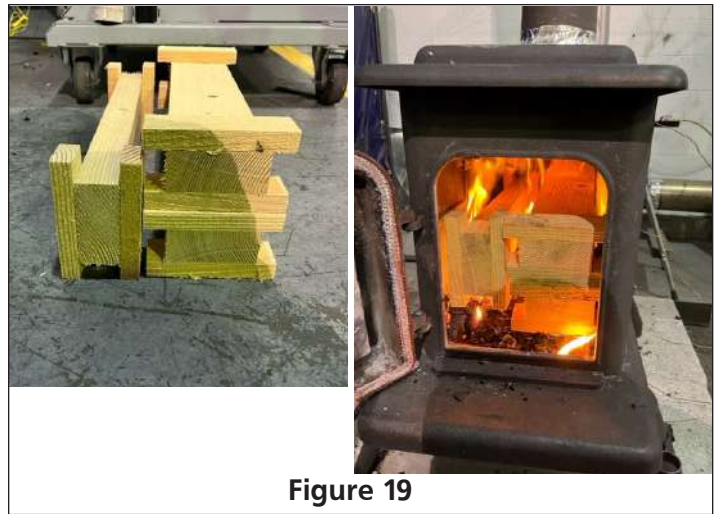

Figure 19
**IMPORTANT :** Le bris du lit de braise et l'insertion de la charge doit être fait en moins de 60 secondes. Voir la figure 19 ci-dessous pour la bonne configuration du chargement, à l'extérieur et à l'intérieur du poêle.